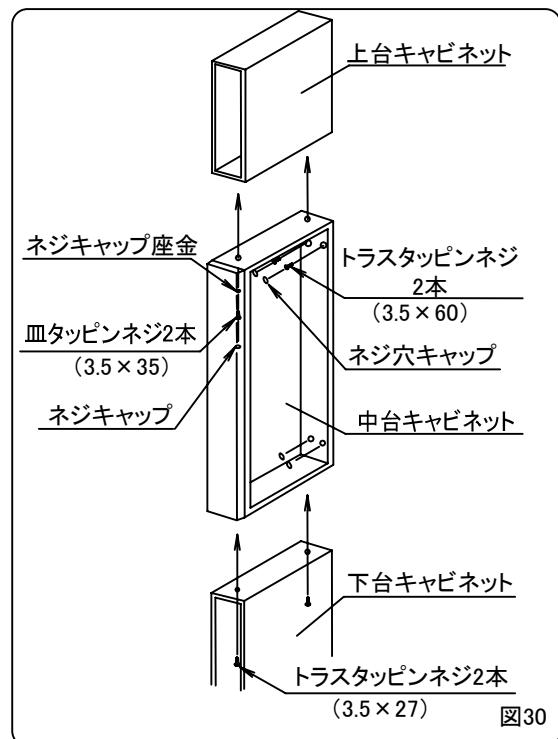

図30
⑤下台キャビネットに中台キャビネットを乗せ、両キャビネットの前面側面を合わせ下台キャビネットの天板に加工した下穴からネジ(トラスタッピングネジ3.5×27)で連結してください。(図30)
⑥中台キャビネットに上台キャビネットをのせ、両キャビネットの前面側面を合わせ中台の天板に加工した下穴からネジ(皿タッピンネジ3.5×35)にネジキャップ座金を通して連結してください。(図30)
⑦ネジキャップ座金にネジキャップをはめ込んでください。(図30)
①所定の位置にキャビネットを設置し、中台キャビネットの後板上方の壁面取付け用下穴よりネジ(トラスタッピングネジ3.5×60)2本で桟木に固定してください。(図30)
②中台キャビネットの後板の壁面取付け用下穴にネジ穴キャップをはめ込んでください。(図30)
③木口カバー裏面にシリコンを塗布し、両面テープで中台キャビネットの木口に貼付けてください。